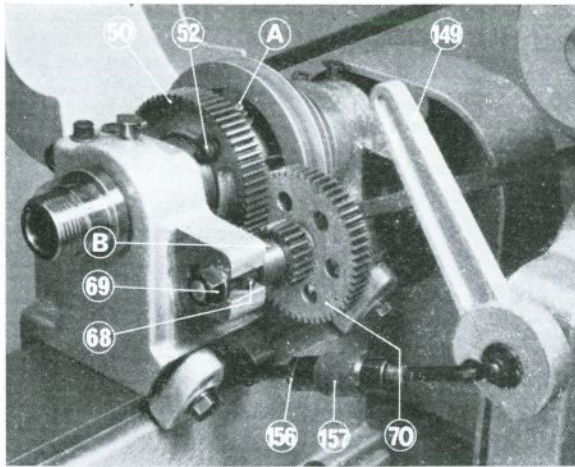

Abb. 4. Spindelstock und Bedienungselemente zum Spannen des Riemens.
3. Spindelstock-Riemenscheibe (siehe auch 'A', Abb. 4, Seite 8). Alle vier Stunden mit der Ölpresse abschmieren, wenn das Vorgelegerad verwendet wird.
4. Welle des Vorgelegerads (siehe auch 'B', Abb. 4, Seite 8). Bei Verwendung des Vorgelegerads alle vier Stunden schmieren.